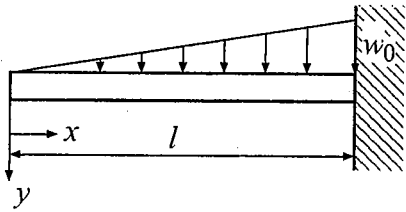

図4-1
- 4 図4-1のように自由端で0、固定端で w_0 となる三角形状の分布荷重が作用する片持はりのたわみ曲線 $y(x)$ を求めよ。ただし、はりの曲げ剛性を EI とする。微分方程式を解く過程を示すこと。[20点]